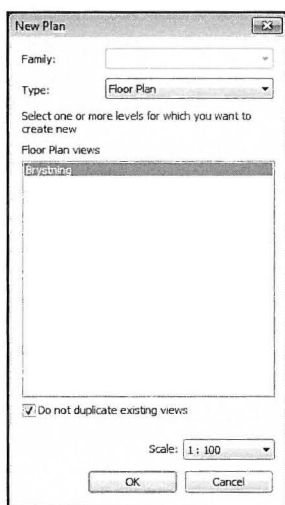

Fig. 04.21. Skjulte Plan Views.
- Marker Brystning på listen og klik på OK (Fig. 04.21).